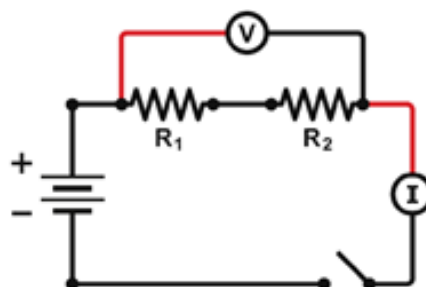

Figura 5.3: Circuito em série.
1. Monte o circuito mostrado na Figura 5.3. Use um resistor de 10Ω como R_1 e outro idêntico como R_2 .
2. Meça as resistências de R_1 e R_2 e anote os valores na Tabela 5.1 (linha 1). Ligue a fonte e regule a tensão para $3,0V$. Meça o valor da corrente no circuito (I) e da tensão total (V_{TOT}). Anote estes valores na Tabela 5.1.